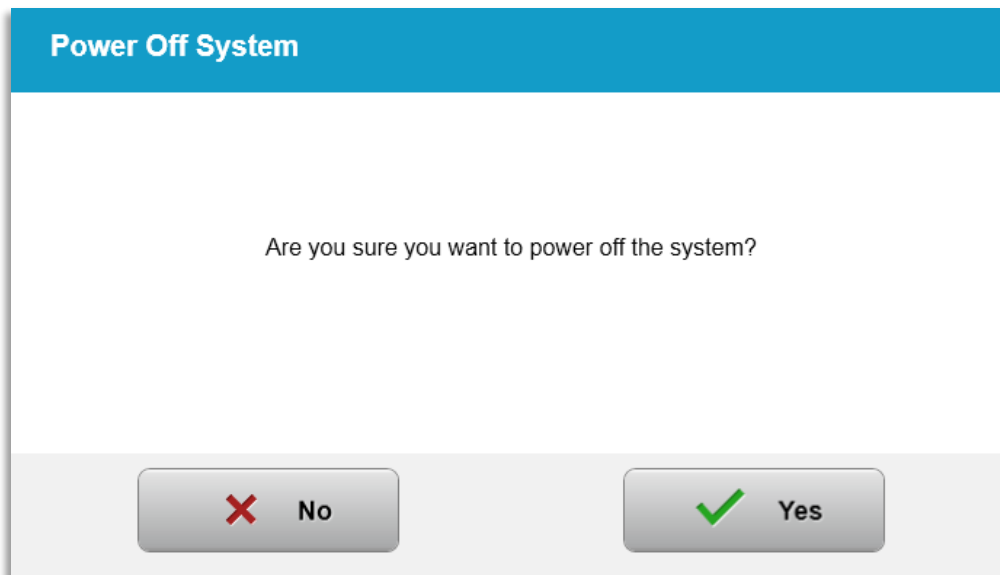

Figura 3-48. Confirmare „Oprire” (Power Off)
- Confirmați oprirea sistemului selectând „Da” (Yes), ca în Figura 3-48.